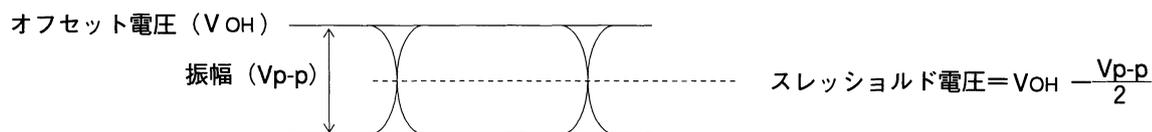

図4-1-1
- ① GNDキーを押し、GNDのLEDを点灯させます。
- ② DATA側のロータリエンコーダを回し、DATAのスレッシュヨルド値を設定します。(図4-1-1～4-1-3参照)